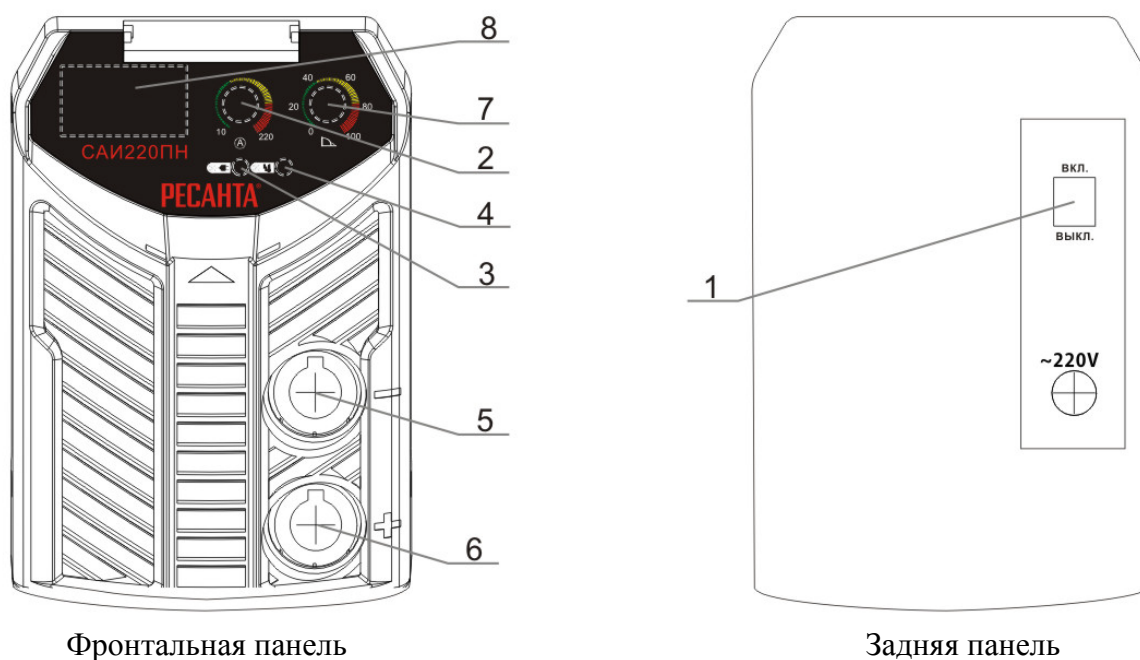

рис. 1
Изделие выполнено в металлическом корпусе. На передней панели имеется регулятор величины сварочного тока (рис.1 поз.2), индикатор "сеть" (рис.1 поз.3), индикатор "перегрев" (рис.1 поз.4), а также силовые разъемы подключения сварочных кабелей (рис.1 поз.5, 6). Аппарат оснащен принудительной системой вентиляции, ввиду этого, категорически запрещается закрывать чем-либо вентиляционные отверстия в корпусе.
1. Присоединить к силовым клеммам (см. рис.1 поз. 5 и 6) аппарата кабель с электрододержателем и кабель заземления в зависимости от требуемой для данной марки электрода полярности. В большинстве случаев кабель с электрододержателем подсоединяется к плюсовой клемме, а кабель заземления (масса) к минусовой клемме.
2. Убедиться в том, что выключатель "Сеть" (рис.1 поз. 1) находится в положении "ВЫКЛ".
4. Убедиться в том, что регулятор (рис.1 поз. 2) находится в положении минимального сварочного тока.
5. Включить аппарат выключателем "Сеть" (рис.1 поз.1).
6. Вставьте необходимый электрод в электрододержатель и поворотом регулятора величины сварочного тока (рис.1 поз. 2) установить требуемое значение, согласно нижеприведенной таблице. Рекомендуется всегда следовать инструкциям производителя электродов, так как в ней указаны и полярность подсоединения кабелей, и оптимальный ток сварки.
8. После окончания производства сварочных работ установить регулятор (рис.1 поз. 2) в положение минимального сварочного тока.
9. Выключить аппарат выключателем "Сеть" (рис.1 поз.1).
- Держа сварочную маску перед лицом, «чиркните» электродом по поверхности свариваемой детали (как при зажигании спичкой). Данный метод наиболее продуктивный для зажигания сварочной дуги (рис.1).
1. Не горит индикатор "Сеть" (рис.1 поз.3)	1.Проверить подключение аппарата к сети. 2.Проверить положение выключателя "Сеть".
3. Загорается индикатор "Перегрев" (рис.1 поз.4)	1.Превышение величины ПН. Температура внутри аппарата высокая – дайте остыть аппарату. 2.Повышенное скопление пыли в аппарате – обратиться в сервисный центр